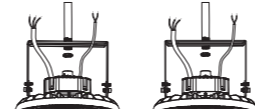

Figure 9
- Step2. Insert 1/2" NTP stem into the bracket hole. (Figure 9)
Étape 2. Insérez la tige NTP 1/2" dans le trou du support. (Figure 9)